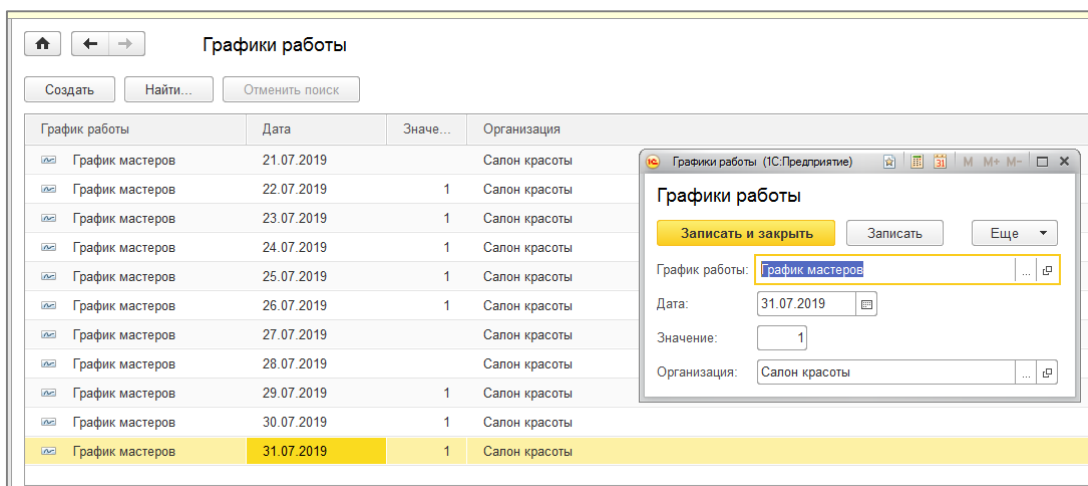

Рисунок 25.6 - Записи регистра «Графики работы»
2.5 Запустим «1С:Предприятие» в режиме отладки и в разделе **Расчет заработной платы** выполним команду **Графики работы**. Поочередно создадим 31 запись в регистре. Чтобы проще выполнить эту довольно однообразную работу, воспользуйтесь возможностью добавления элементов в регистр копированием текущего элемента (команда Еще – Скопировать (F9)). В качестве измерения **ГрафикРаботы** нашего регистра выберем predetermined элемент **График мастеров** справочника **ВидыГрафиковРаботы**. В качестве ресурса **Значение** у рабочих дней поставим 1, а у выходных – 0 (рисунок 25.6).